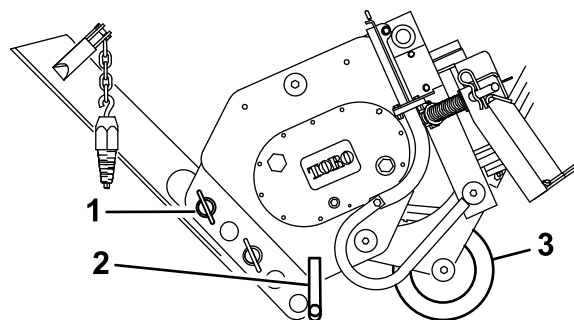

Bild 4
3. Schwenken Sie das Messer nach oben und befestigen es mit dem Klappstecker und Lastösenbolzen, wie in Bild 4 abgebildet.
4. Kippen Sie den Pflug nach vorne und senken Sie ihn auf den Boden oder Anhänger ab; der Ständer und Bügel sollte das Gewicht des Pflugs abstützen (Bild 4).